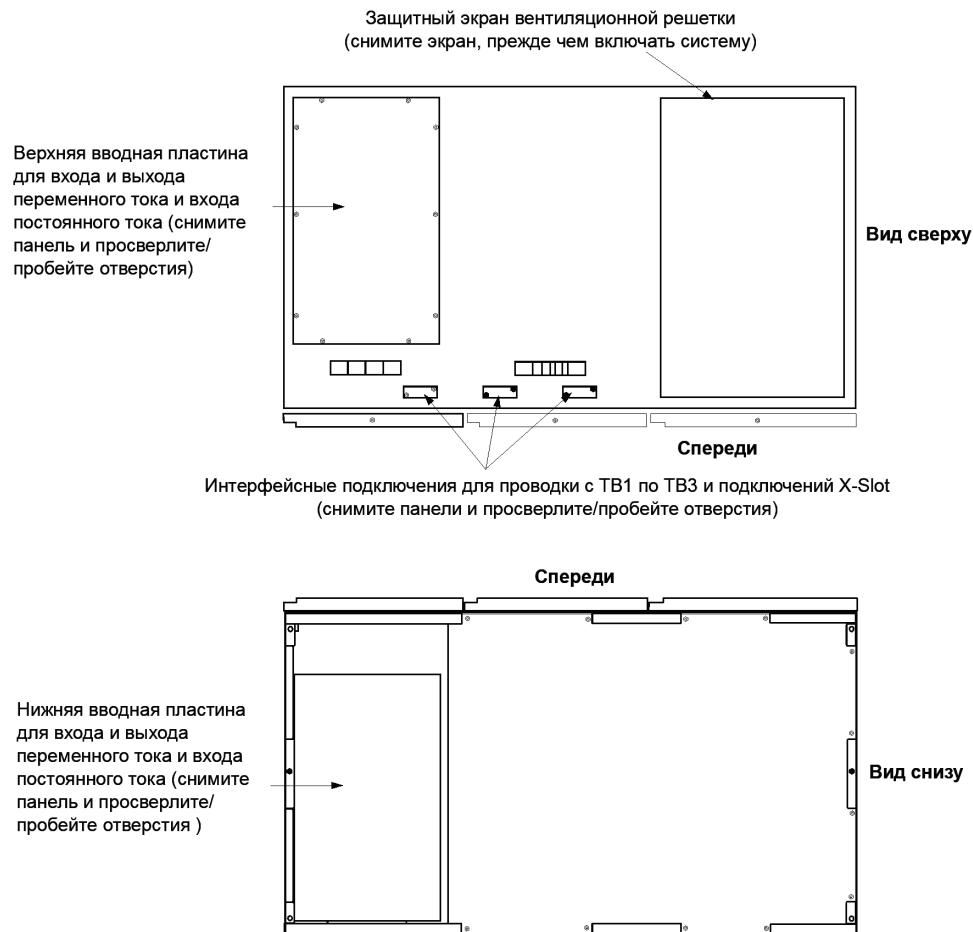
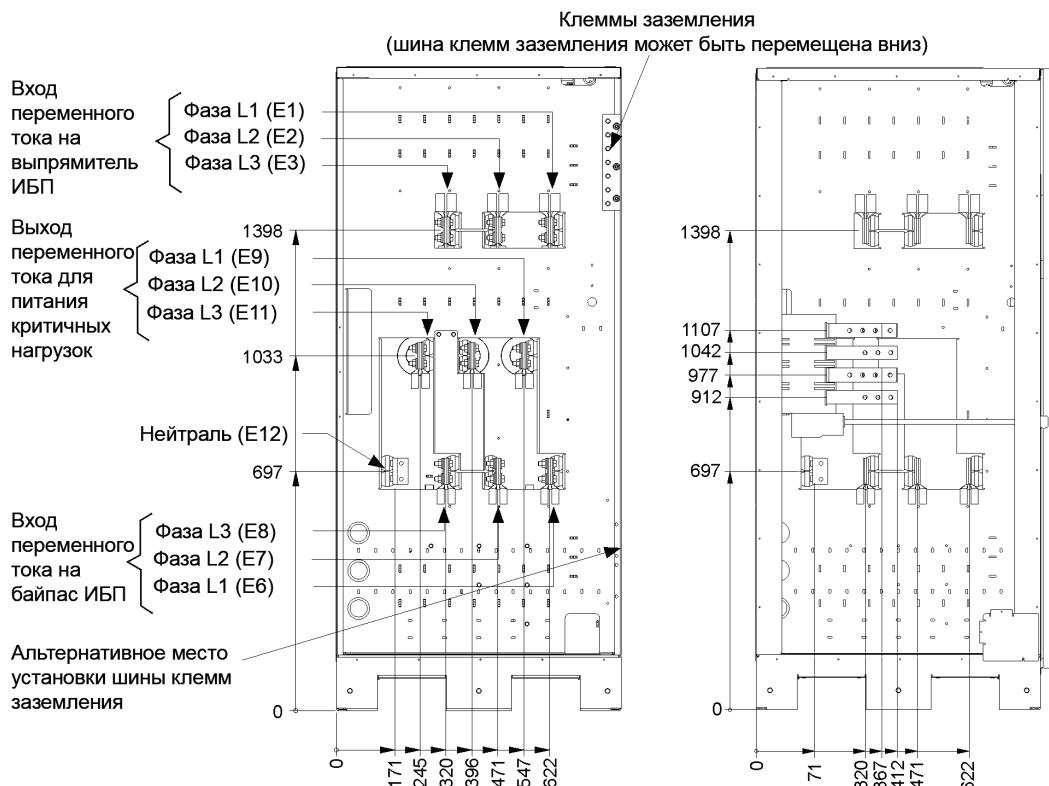

Рис. 4-4. Расположение входов проводки
Рис. 4-6. Узел АА клеммы питания ИБП
Снимите верхние или нижние вводные пластины шкафа ИБП и просверлите/пробейте в них отверстия (см. Рис. 4-4).
2. Проведите входной и выходной кабели сверху или снизу шкафа к клеммам ИБП. Для получения информации о доступе к проводке и расположении клемм общего питания через выпрямитель см. Рис. 4-4 - Рис. 4-6.
Узел АА см. на Рис. 4-6.
2. Проведите и подключите кабели аккумулятора между ИБП и аккумуляторными шкафами согласно инструкциям в руководстве по установке интегрированного аккумуляторного шкафа Eaton 9395 (модель IBC-L). Для получения информации о доступе к проводке и расположении клемм см. Рис. 4-4 - Рис. 4-6.
5. Проведите и подключите кабели аккумулятора между ИБП и аккумуляторной системой. Для получения информации о доступе к проводке и расположении клемм см. Рис. 4-4 - Рис. 4-6 .
8. Снимите верхние вводные пластины интерфейсной проводки шкафа ИБП и просверлите/пробейте в них отверстия и просверлите/пробейте в них отверстия (см. Рис. 4-4 на стр. 36).